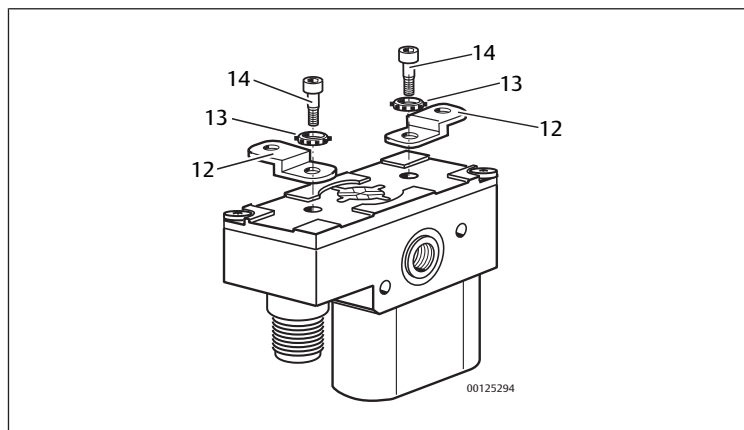

Fig. 2: Montage du kit de fixation pour plaque de montage
- 2x tôle de montage (12)
- 2x bague à molette (13)
- 2x vis à tête cylindrique (SW 4) (14), couple de serrage : 6 Nm
2. Monter le kit de fixation pour plaque de montage comme illustré. Voir → Fig. 2.